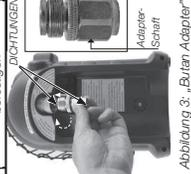

Abbildung 3: „Butan Adapter“
- Überprüfen Sie, ob die Dichtungen (zwischen dem Gerät und der Gaskartusche) am richtigen Platz und in gutem Zustand sind, bevor Sie die Gaskartusche anschließen. Abbildung 3. Kein Gerät benutzen, das beschädigt ist oder abgenutzte Dichtungen hat. Kein Gerät verwenden, das undicht oder beschädigt ist oder nicht ordnungsgemäß funktioniert.
- Butan/Propan-Gemisch-Gebrauch (G30+G31): Den Messingadapter im Uhrzeigersinn in den portablen Heizgerätregler schrauben (von unten), bis er fest sitzt. Siehe Abbildung 3. Kein Gewindedichtmittel an diesem Anschluss verwenden. Die Butan/Propan-Gemisch-Kartusche in den Adapter einschrauben (im Uhrzeigersinn); sobald der Adapter-Schaft sich zu drehen beginnt, ist die Kartusche angeschlossen und kann in den Ständer gesetzt werden.
WENN DAS GERÄT FÜR LÄNGERE ZEIT NICHT BENUTZT WIRD, MÜSSEN BESONDERE VORKEHRUNGEN GETROFFEN WERDEN: Sobald es abgekühlt ist, das Heizgerät in einer Reißverschlusstasche oder an einem staubfreien Ort aufbewahren. Zwischen den Einsätzen, das Heizgerät in einer Reißverschlusstasche oder in einem anderen geschlossenen, staubfreien Bereich aufbewahren. Die Lüftungsbereiche (Schlitze im Boden und auf der Oberseite des Heizgerätes) zu jeder Zeit frei halten. Während Gebrauch, in regelmäßigen Abständen eine Sichtprüfung der Pilotflamme und des Brenners vornehmen. Die Pilotflamme muss blau (nicht gelb) sein und bis zum Thermosteament hin reichen. Die Flamme umzingelt das Thermosteament direkt unter der Spitze, siehe Abbildung 3. Eine leichte, gelbe Flamme kann erscheinen, wo sich Pilot- und Hauptbrennerflamme treffen. Der Brenner sollte hell orange (mit einem leichten Blau um den Rand herum); ein auf der Keramikfliese sichtbarer rot-oranger Dunst, ist akzeptabel) und ohne merkliche Flamme sein. Eine blaue Flamme an der Oberseite der Keramikfliese deutet auf eine Ansammlung von Staub, Flusen oder Spinnweben in der Gehäuseanordnung und der Hauptbrennereinheit hin. Wenn die Pilotflamme gelb ist und der Brenner eine merkliche Flamme aufweist, könnte eine Reinigung nötig sein. Überprüfen Sie die Gehäuseanordnung und die Hauptbrennereinheit folgendermaßen: Es ist notwendig, dass die Flammenöffnung und das Brenner- Venturirohr regelmäßig überprüft werden, um sicherzustellen, dass sie von Dingen wie Insektenestern und Spinnweben, die sich im Laufe der Zeit ansammeln können, frei sind. Eine verstopfte Röhre kann zu Brandgefahr führen.